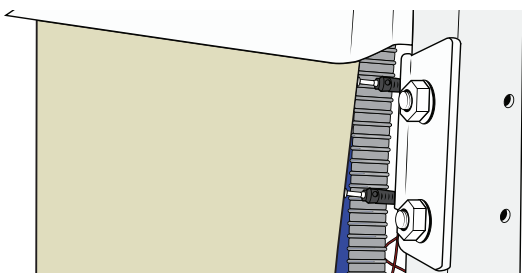

Figure 52
30. Coupez les attaches de câbles et débranchez les deux connecteurs banane (capteurs de niveau) sur le châssis, côté droit. Voir Figure 52.